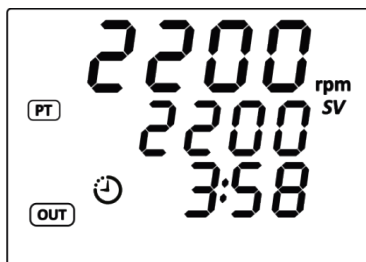

Рисунок 5 - Запись настроек
8.3.2. Текущие настройки записываются в память с помощью длительного нажатия кнопки . При этом на дисплее отображается индикатор  (Рисунок 5).